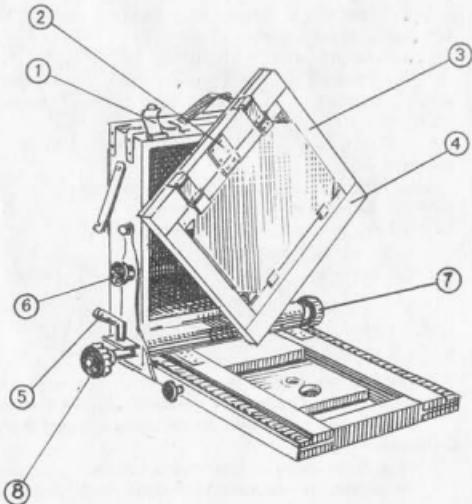

Рис. 6
Фиксация положения задней рамки производится соответственно прижимными винтами 6 и стопорным винтом 5 (рис.6).
Бортосъемки можно производить как на вертикальный, так и на горизонтальный форматы, что осуществляется соответствующей установкой кассетной рамки 4 (рис.6).
5.7. Мех фотокамеры растянуть на расстояние, соответствующее фокусному, вращая маховик 7, предварительно ослабив маховик 8 (рис.6).
- 6.3.Открыть заделку 2(рис.6),отвести рамку матового стекла 3 вверх и положить на камеру или отвести влево(в зависимости от расположения кадра).
- 6.4.Установить заряженную фотокассету и зафиксировать ее защелкой 2(рис.6)